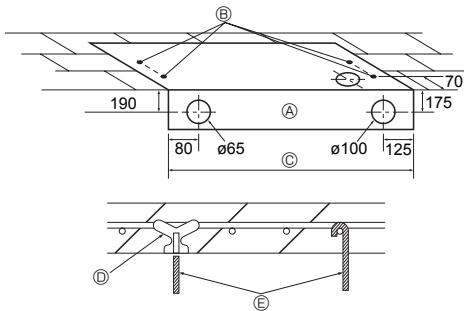

Fig. 3-3
3.2.2. กำหนดตำแหน่งที่จะติดตั้งสลักเกลียวสำหรับแขวนและท่อระบายน้ำ (Fig. 3-3)